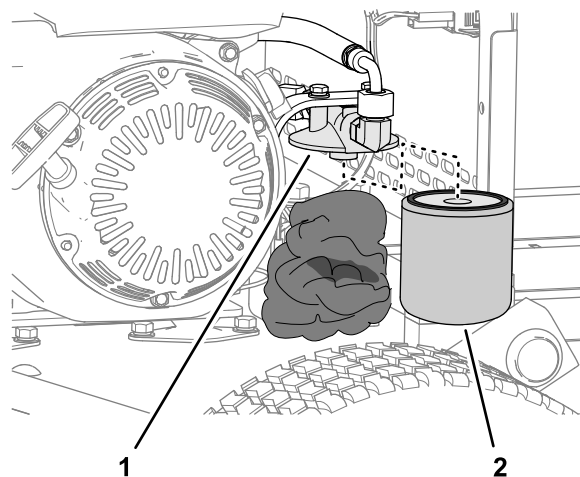

Figura 38
3. Remova cuidadosamente o filtro hidráulico (Figura 38).
5. Instale o filtro na cabeça do filtro (Figura 38) rodando-o manualmente até que a junta entre em contacto com a cabeça do filtro, apertando em seguida o filtro mais 3/4 volta.
2. Coloque panos sob o filtro hidráulico (Figura 38).